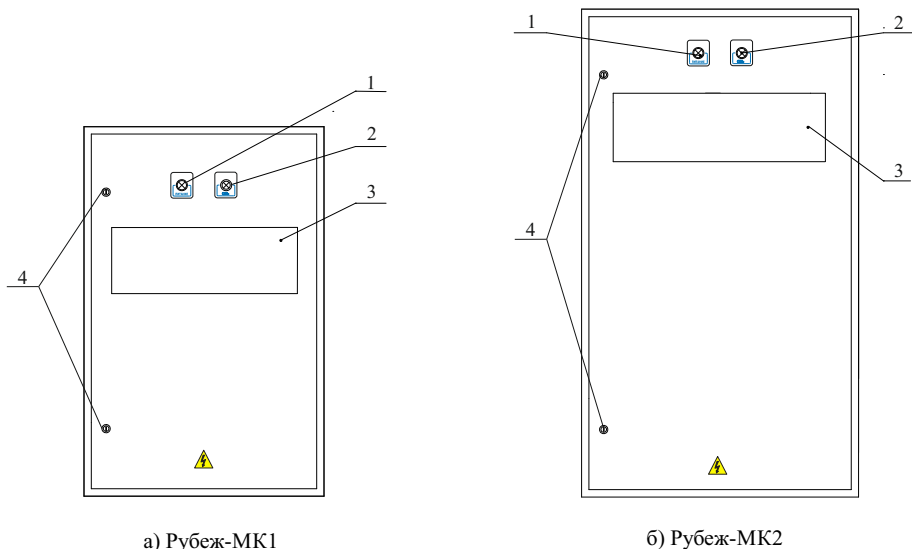

Рисунок 3 – Внешний вид МК
5.2 На лицевой стороне Рубеж-МК расположены (рисунок 3):